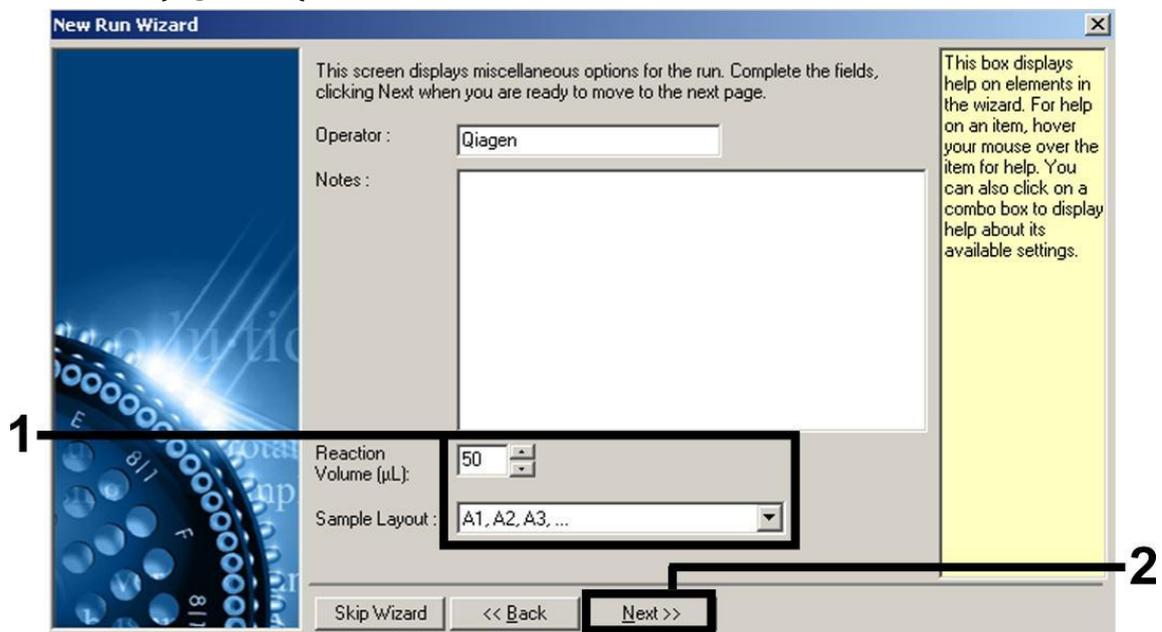

Figure 2 Définition des paramètres généraux d'analyse.
7. Sélectionner 50 pour le volume de réaction de la PCR et cliquer sur « Next » (figure 2).